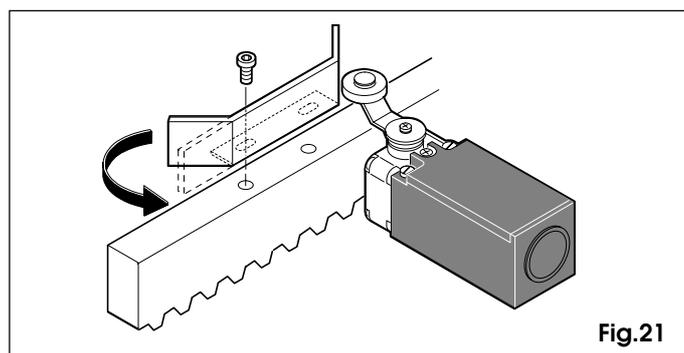

Fig.21
L'operatore 884 è dotato di un finecorsa elettromeccanico a levetta con rullino, che comanda l'arresto del moto del cancello nel momento in cui un lamierino sagomato, fissato sulla parte superiore della cremagliera, aziona la levetta fino all'intervento del microinterruttore (fig.21).
**Nota:** I lamierini sono predisposti per un eventuale fissaggio tramite viti (fig.21).
**Importante:** a) Il lamierino deve attivare il finecorsa sulla parte sagomata come da fig.21.
b) Per evitare che il lamierino possa superare il finecorsa (frenata lunga) è consigliabile raddrizzare la parte sagomata finale come da fig.21.